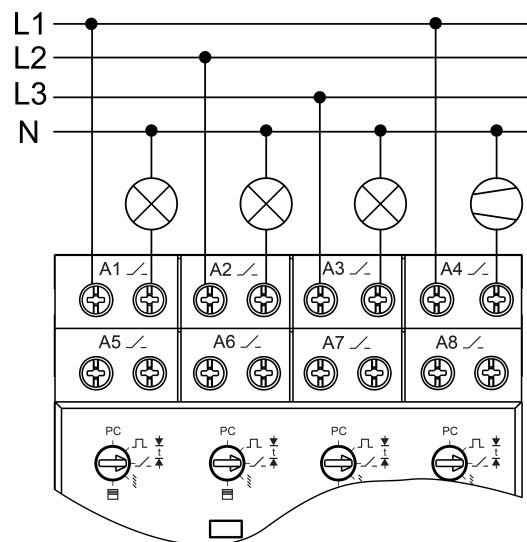

Bild 4: Anschlussbeispiel Schaltlasten A1...A4
- Lasten gemäß Anschlussbeispiel Schaltlasten anschließen (Bild 4).